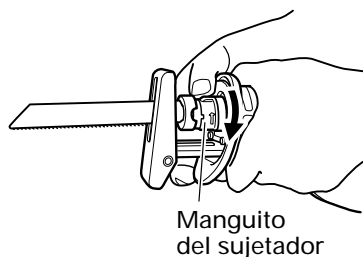

Fig. 9
- (4) Tire ligeramente del manguito del sujetador en la dirección de la flecha indicada en la Fig. 9 (en la dirección opuesta a la flechada marcada en el mismo). Al hacerlo, la fuerza del resorte hará que el manguito del sujetador vuelva automáticamente a la posición correcta. No hay necesidad de asegurar el manguito del sujetador en este momento. (Fig. 9)